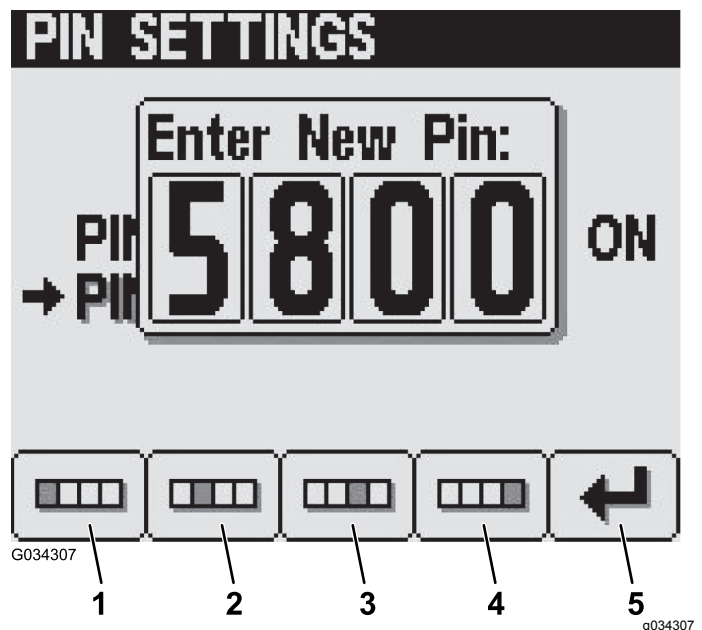

Figura 29
5. Inserite il vostro nuovo PIN utilizzando i pulsanti da 1 a 4 e premete il pulsante 5 quando completate il vostro nuovo PIN (Figura 29).